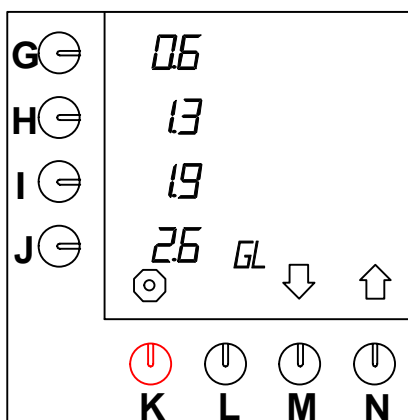

Fig. 39 Ändring av de förprogrammerade valtangenterna för gallons
- Tryck på valtangenten (N.)↑ tills fig. 39 visas på displayen.